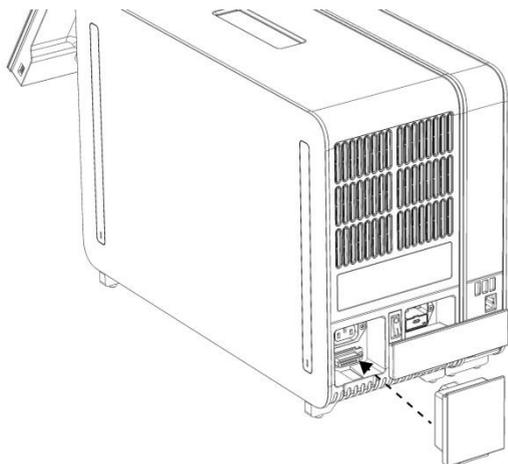

Figura 6. Conectando a Ponte de terminação.
6. Conecte a Ponte de terminação na parte traseira do Módulo analítico (Figura 6).